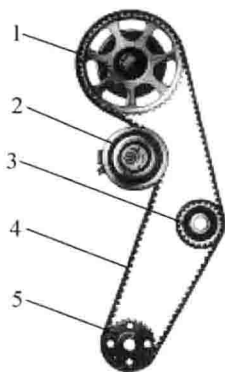
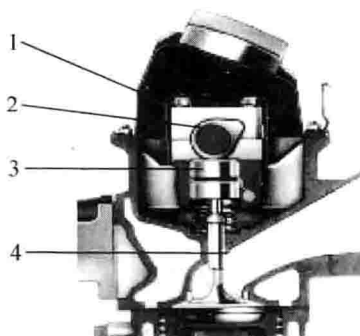

图 1-21 配气齿轮组件
图 1-22 凸轮轴与气门组件
- (3) 用专用工具旋转张紧轮 2(图 1-21),拆卸发动机的正时齿形带 4。
- (4) 拆卸曲轴齿形带轮 5、曲轴链轮、水泵齿轮带轮 3、张紧轮 2 和凸轮轴正时齿形带轮 1,拆下齿形皮带后防护罩。
- (5) 旋松凸轮轴 2(图 1-22)的轴承座盖 1 的固定螺钉,拆卸凸轮轴轴承座盖,取下凸轮轴和气门挺柱 3。